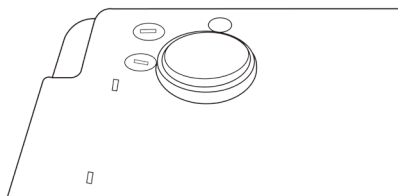

Figura 9-1 Sustitución del fusible
Utilizar un destornillador de estrella para extraer el portafusibles en el sentido de la flecha (en sentido contrario a las agujas del reloj), y sustituir el fusible dañado por un fusible primario proporcionado o aprobado por nuestra empresa. Atornillar el portafusibles en el sentido contrario para fijarlo. El método de sustitución se muestra en la Figura 9-1:
- **Presionar el portafusibles hacia abajo y rotarlo en sentido contrario a las agujas del reloj, como se muestra en la Figura 9-1. Tras retirar el fusible dañado y sustituirlo por uno nuevo, hay que presionar el portafusibles y girarlo en el sentido de las agujas del reloj.**